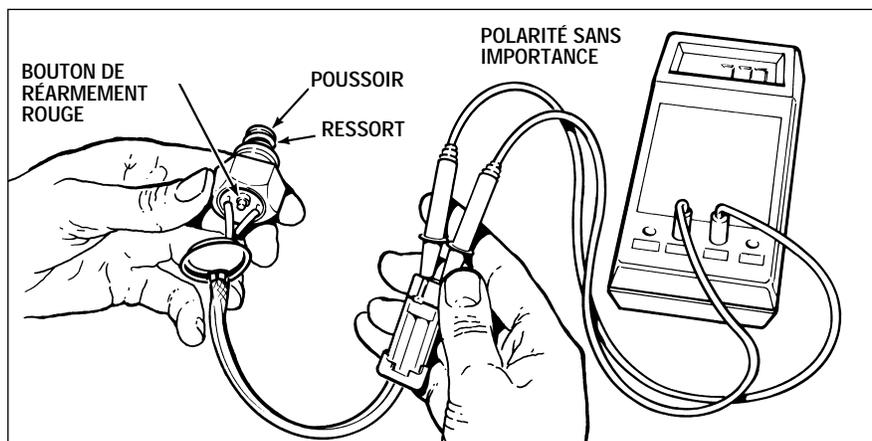

Figure 4-1 Essai du capteur de surchauffe
- Brancher un multimètre (réglé pour mesurer la résistance) au connecteur du disjoncteur de surchauffe (voir figure 4.1)